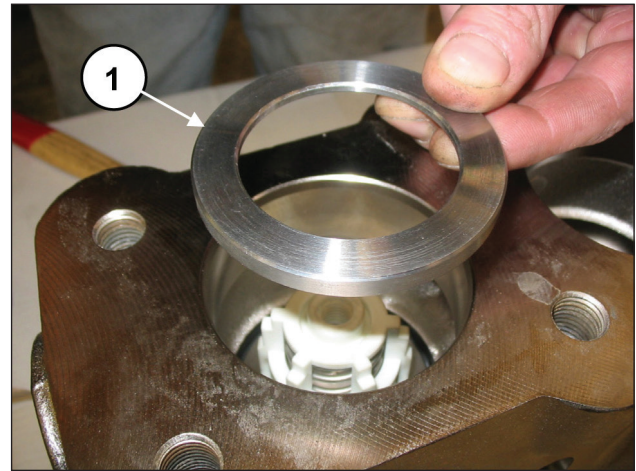
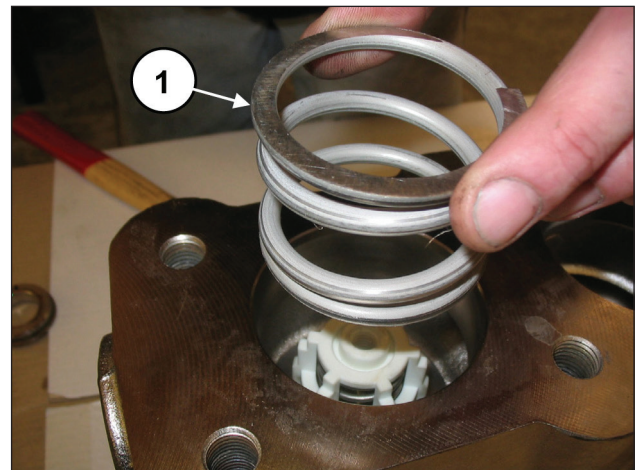

Abb. 112
Abb. 113
Setzen Sie den Ring des Ventilsitzes (Pos. ①, Abb. 112) und die Feder (Pos. ①, Abb. 113) ein.